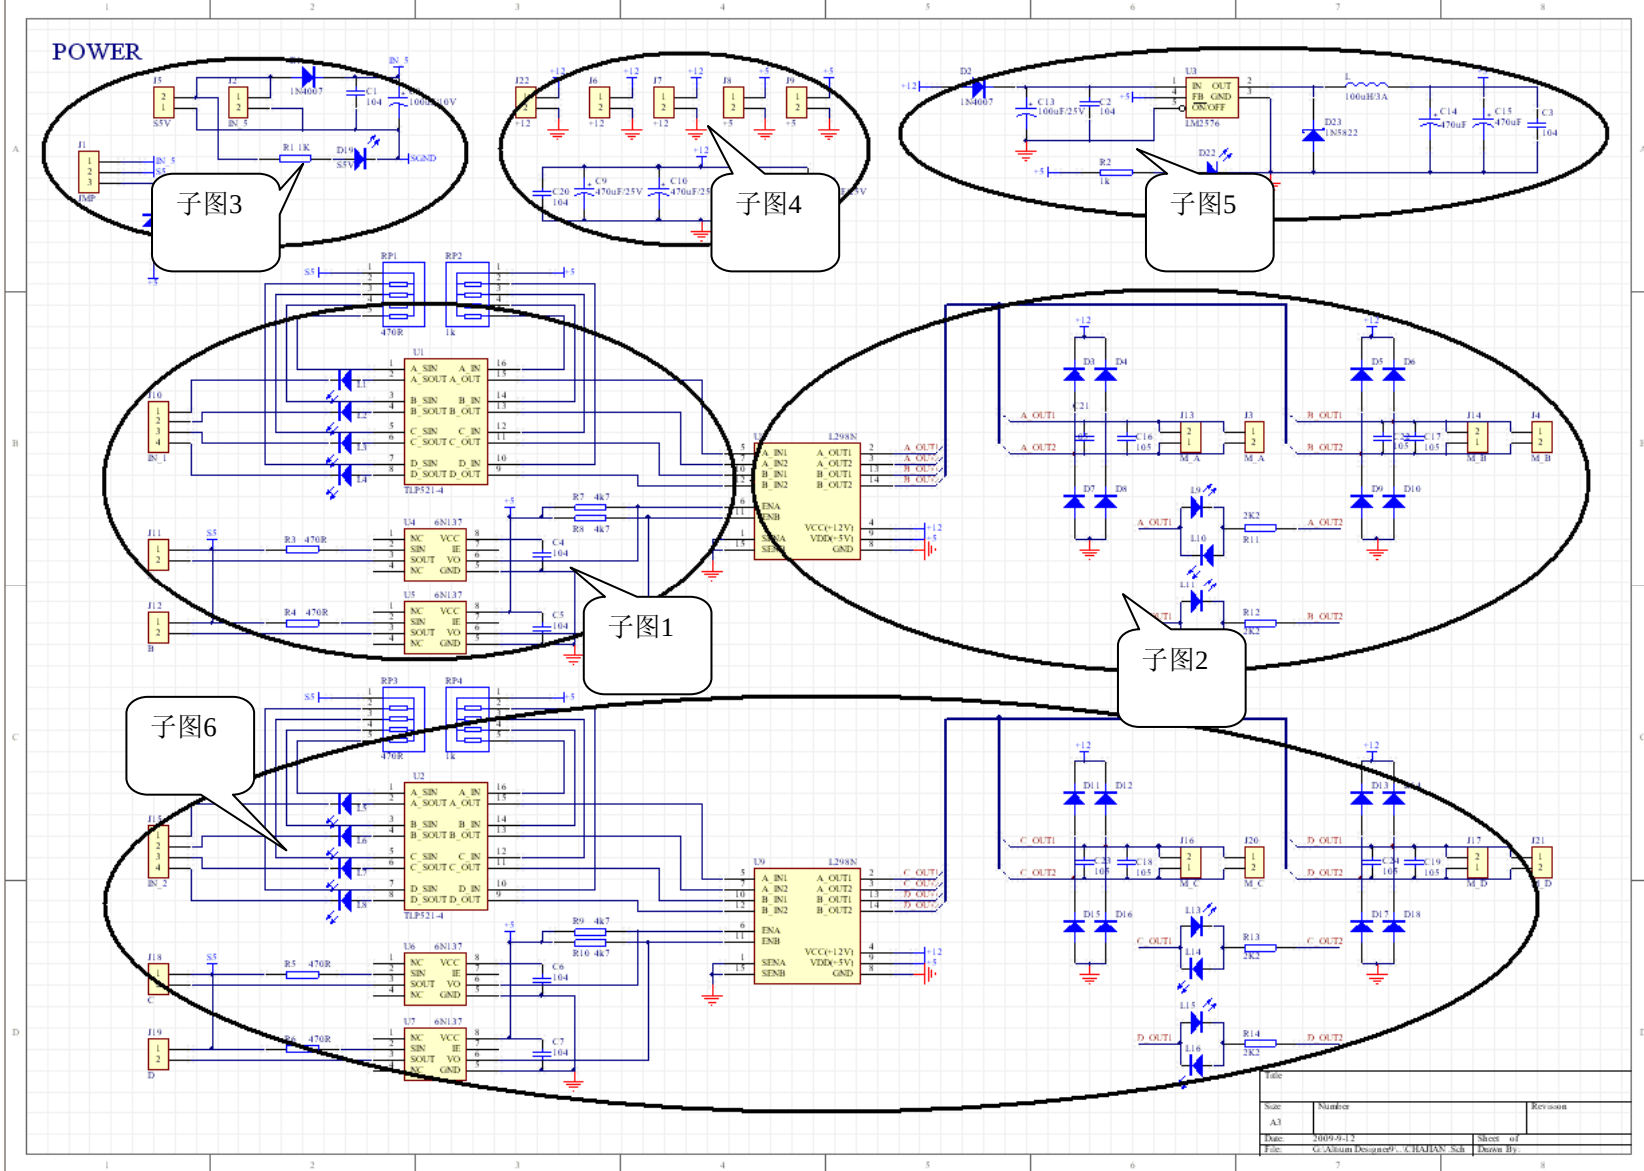

图11-2 电机驱动电路原理图（图纸幅面A3）
(3) 在新建的“隔离部分.SchDoc”原理图中绘制如图11-14所示的原理图。该原理图即是图11-2椭圆所框的子图1。
- 至此，完成了上层原理图中的方块图“电机驱动”与下层原理图“电机驱动.SchDoc”之间一一对应的联系。“电机驱动.SchDoc”原理图，就是图11-2所示的原理图中的子图2。这样我们就用图11-2所示的子图1、子图2，完成了自上而下的层次原理图设计。